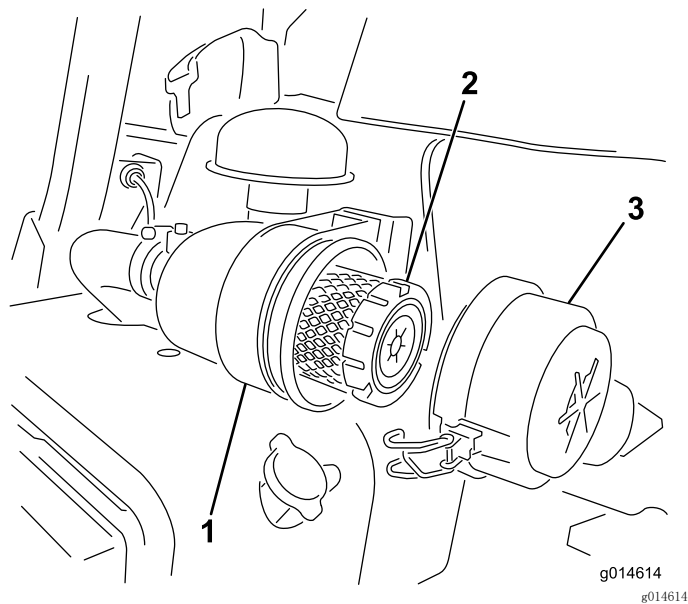

图45
1. 松开将空气滤清器盖固定到空气滤清器壳体上的门锁（图45）。
6. 固定搭扣（图45）。